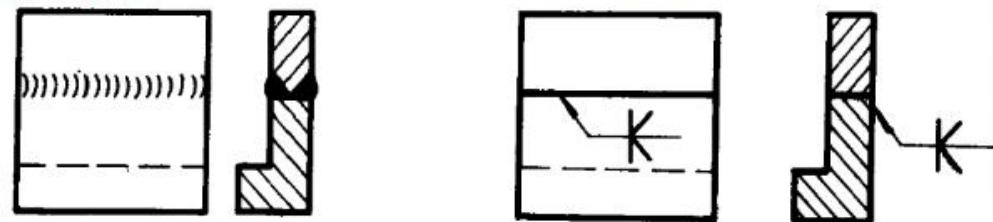

图7-34 双面焊缝（单边V形焊缝）
(6)、标注对称焊缝和双面焊缝时，基准线中的虚线可省略。如图7-34、7-35所示。